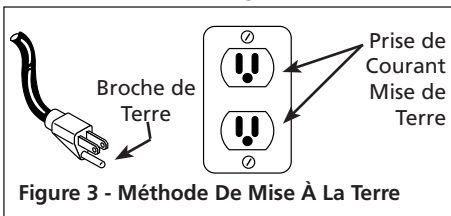

Figure 3 - Méthode De Mise À La Terre
- Ce produit est conçu pour l'utilisation sur un circuit nominal de 120 volts et à une fiche de terre comme indiquée sur le Figure 3.